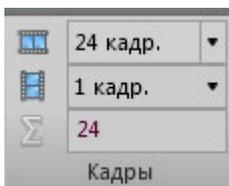

Рисунок 13
2. Выбрать желаемое количество кадров (рис.13).
2. Выбрать желаемое количество кадров (рис. 13).